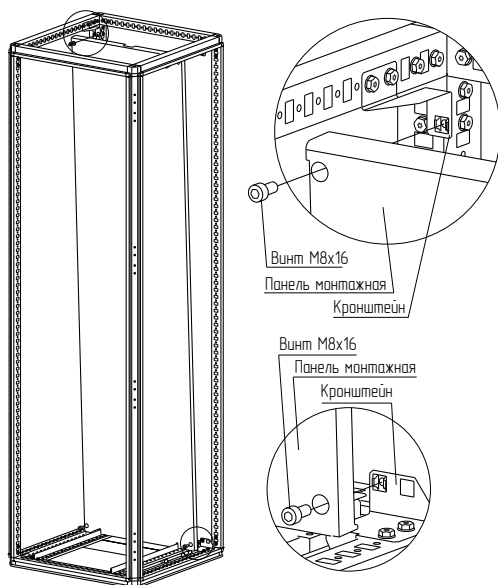

Рисунок 4
4.1.4 Прислонить панель монтажную к кронштейнам и закрепить винтами М8×16 (рисунок 4). Момент затяжки – 10 Н·м.